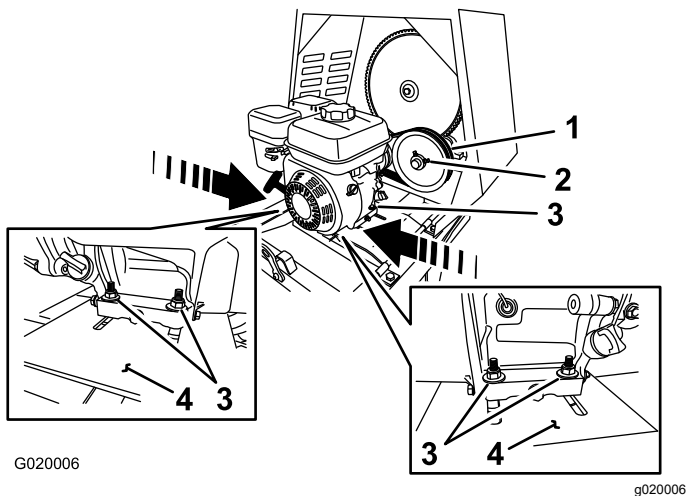

Figure 65
- B. Desserrez les écrous et boulons qui fixent le moteur au plancher moteur (Figure 65).
- **Pour accroître l'entrefer** – éloignez le moteur de la poulie de tension (Figure 65).
- **Pour réduire l'entrefer** – rapprochez le moteur de la poulie de tension (Figure 65).